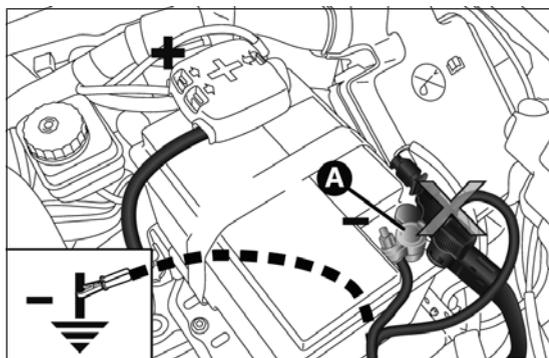

fig. 149
- brancher les bornes positives (signe + à proximité de la borne) des deux batteries à l'aide d'un câble spécial fig. 149;